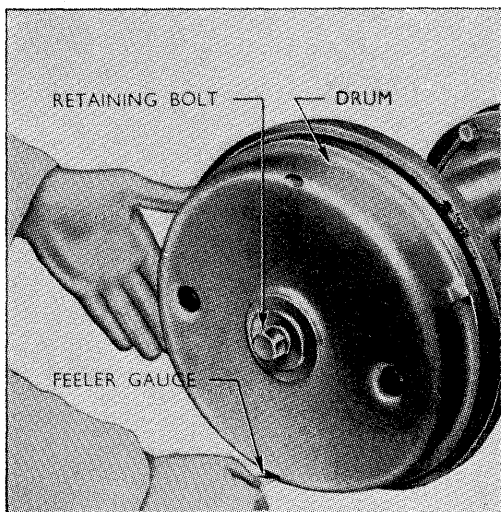

Fig. 51. Afprøvning af bremsebakkerens centre-ring med Feeler gauge = søgerblad.
- 6: Slæk ekspanderen, så tromlen går frit og foretag en justering, idet afstanden mellem bremsebelægning og bremsetromle overalt skal være .008" (0,2 mm). Kontrollen foretages med et søgerblad, som stikkes gennem slidsen i bremsetromlen se fig. 51.